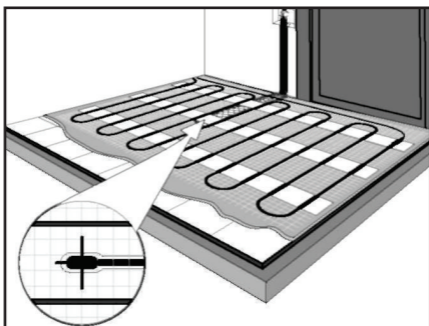

Рис. 3
9) Уложите нагревательный мат. Проследите, чтобы место расположения датчика температуры оказалось на равном расстоянии между витками нагревательного кабеля (рис. 3).
13) Выведете установочный провод к месту расположения терморегулятора через канавку, подготовленную в стене. Проверить отсутствие обрывов. Для проверки отсутствия повреждений нагревательного мата и датчика температуры в процессе укладки, измерить сопротивление нагревательного мата и датчика температуры. Их значения должны соответствовать паспортным данным. (Рис. 3)